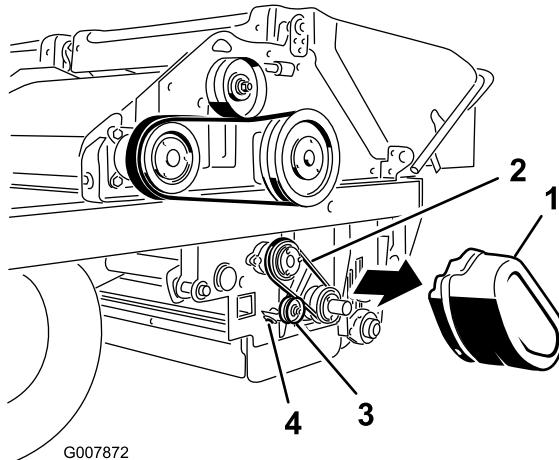

Figura 62
1. Retire la cubierta de la correa (Figura 62)
2. Afloje la tuerca de la polea tensora (Figura 62).
3. Empuje la polea tensora hacia la correa, y apriete la tuerca de la polea tensora (Figura 62).